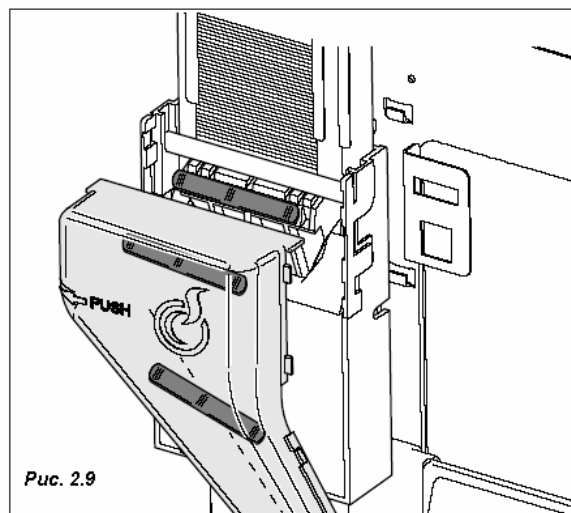

Рис. 2.9
- Подача ложек в стаканчики осуществляется с помощью раздаточного механизма, приводимого в действие редукторным электродвигателем (Рис. 2.9).